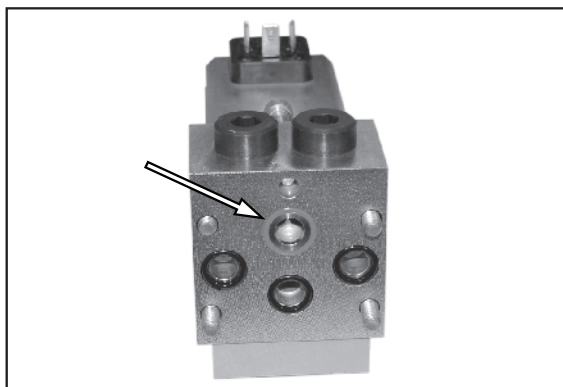

Figura 45.
3. Vedere la Figura 45. Rimuovere la valvola a 4 vie/2 posizioni. Pulire e ispezionare gli o-ring. Sostituirli se necessario.